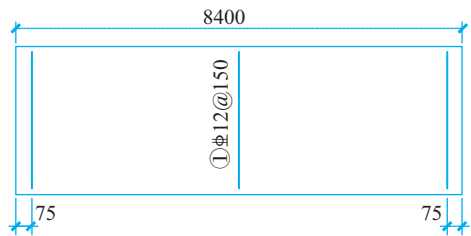

图 1-2-1 板钢筋布置示意图
(2) 钢筋工程量计算。
如图 1-2-1 所示,某楼板长 8400mm,Y 向布置①号钢筋,单根钢筋直段长 3250mm,钢筋起步距离(第一根钢筋离板边距离)为 75mm,请计算该板 Y 向钢筋的重量。